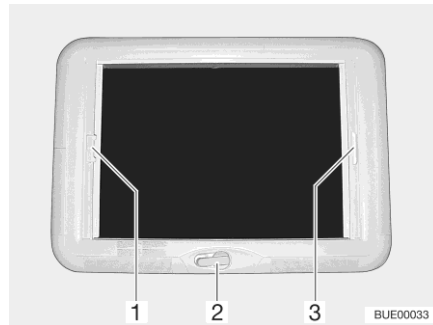

Fig. 84 Oblò a manovella
- Apertura:** ■ Ruotare la manovella (Fig. 84,2) fino a quando non si incontra resistenza.
- Chiusura:** ■ Tirare la tendina oscurante pieghevole per la maniglia (Fig. 84,3) e rilasciarla alla posizione desiderata. La tendina oscurante pieghevole rimane in questa posizione.
- Chiusura:** ■ Tirare la protezione contro gli insetti per la maniglia (Fig. 84,1) verso la maniglia contrapposta della tendina oscurante pieghevole (Fig. 84,3) e farla innestare.
- Apertura:** ■ Tirare la maniglia della protezione contro gli insetti (Fig. 84,1) dietro, verso l'alto, e sganciare la protezione contro gli insetti dalla tendina oscurante pieghevole (Fig. 84,3).